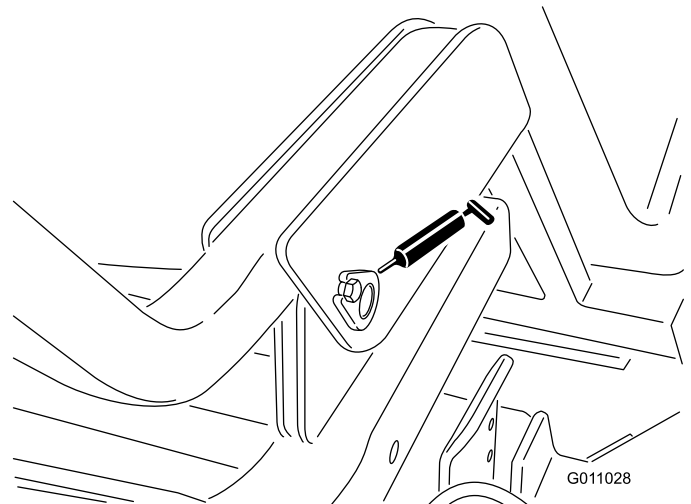

Figure 35
- Pivot de trémie (inférieur) (2) (Figure 35).